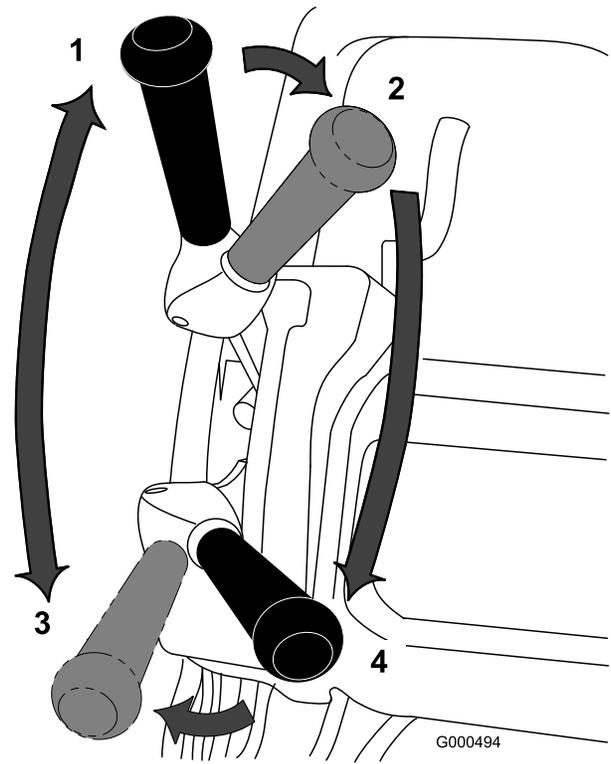

Figure 30
1. Mettez la machine en marche, placez la commande de vitesse en position Vitesse nulle, appuyez sur le guidon pour soulever le plateau de coupe, actionnez la commande de présence de l'utilisateur, placez le levier de commande de déplacement en position Engagée (Figure 30) et augmentez progressivement le réglage de vitesse pour transporter la tondeuse jusqu'en bordure du green.
3. Désengagez le levier de commande de déplacement puis déplacez-le vers la gauche et en avant, pour engager la transmission et l'entraînement du cylindre (Figure 30).